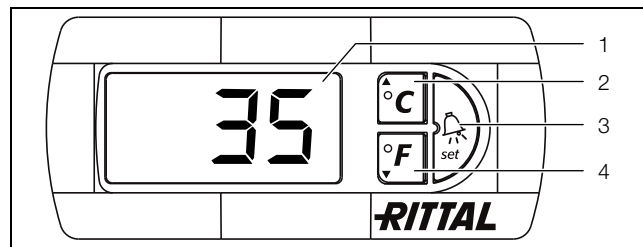

Imagen 16: Display y análisis del sistema del controlador e-Confort
El controlador e-Confort dispone de una indicación de 7 segmentos (imagen 16, posición 1). En esta se muestra, tras la conexión de la fuente de alimentación, durante aprox. 2 segundos la versión actual del software. En servicio normal la indicación muestra tanto la temperatura (en grados celsius o fahrenheit, seleccionable), así como las indicaciones de fallo.
La programación del aparato se realiza a través de las teclas 2 – 4 (imagen 16). Los parámetros también aparecen en la indicación.
- Presione simultáneamente las teclas 2 (°C) y 3 («Set») (imagen 16) durante 5 segundos mín.
Con las teclas 2, 3 y 4 (imagen 16) puede modificar los parámetros dentro de los niveles preestablecidos (valor mín., valor máx.).